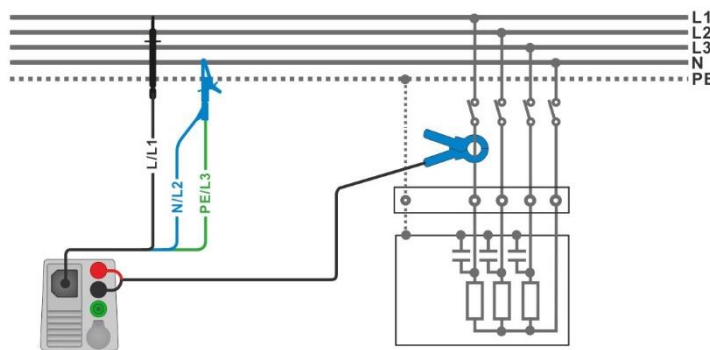

Figura 7.82: Medición de armónicos
- ▶ Conecte las puntas de prueba de 3H y la pinza amperimétrica al elemento a probar (vea la **Figura 7.82**).